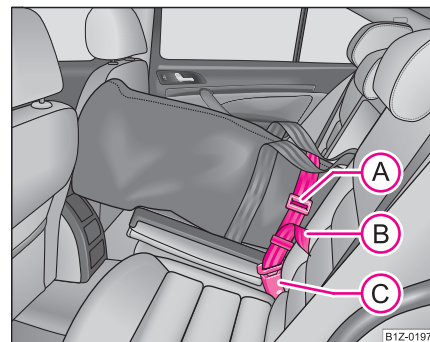

Fig. 113 Seguro de la
- Inserte el cinturón de seguridad de la bolsa para carga de gran longitud (A) en el cierre del cinturón central (C) ⇒ fig. 113.